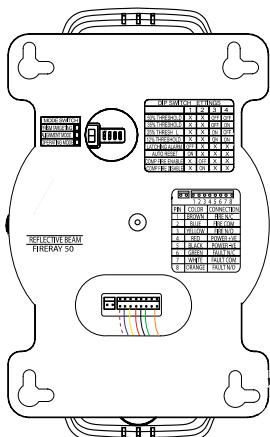
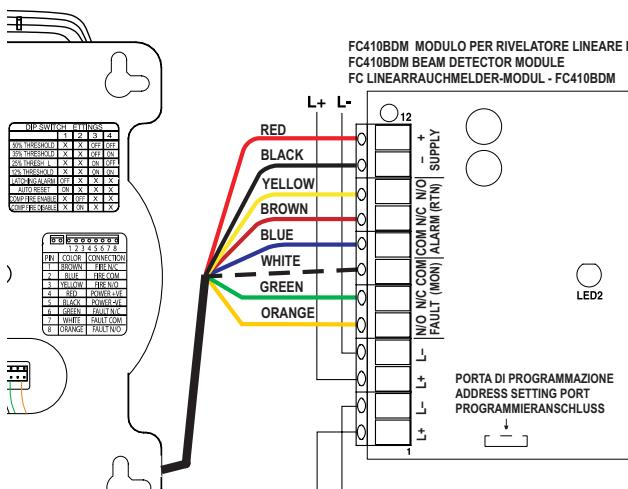

FIG. 4 Schema di collegamento FC410BDM con BTM800 e Fireray 50/100 - BTM800 to FC410BDM Wiring for Remote Siting of Fireray 50/100 Beam Detectors
FIG. 5 Schema di collegamento FC 410BDM con Fireray 50/100
- 4) Connect the wiring to the Fireray detector. For FC410BDM typical wiring configurations (see Figures 4 to 5).
Fig. 4 shows the Fireray 50/100 connected via a BTM800 Terminal Module. Fig. 5 shows the Fireray 50/100 wiring diagram.
- 4) Collegamento al rivelatore FIRERAY. Per lo schema di collegamento del FC410BDM vedere fig.4 e fig.5.
Vedere Fig.4 per il collegamento del Fireray 50/100 tramite il modulo terminale BTM800.
Vedere Fig.5 per lo schema di collegamento del Fireray 50/100.